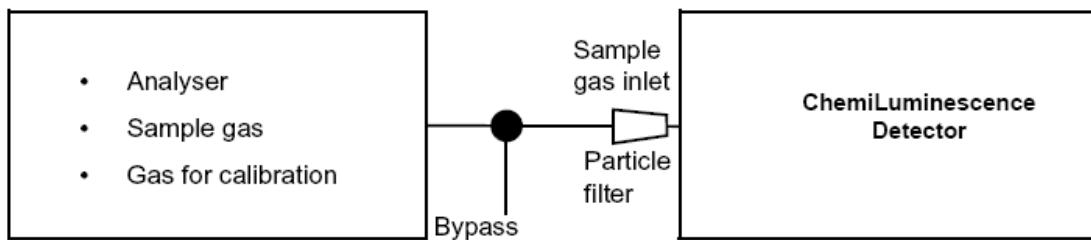

图96 气体样品来源与化学发光检测器之间的接口
**特别注意：**连接管必须有一个通道或旁路，将气体引到室外或抽风系统（图 96）。避免过压和负压的情况出现。压力不正常可能导致管道爆裂或从接口处裂开。
**特别注意：**安装旁路或者使用 T 型接头在输送待测气体或标定用气体的管路中形成开口防止过压或负压。（见图 94 和图 96）。